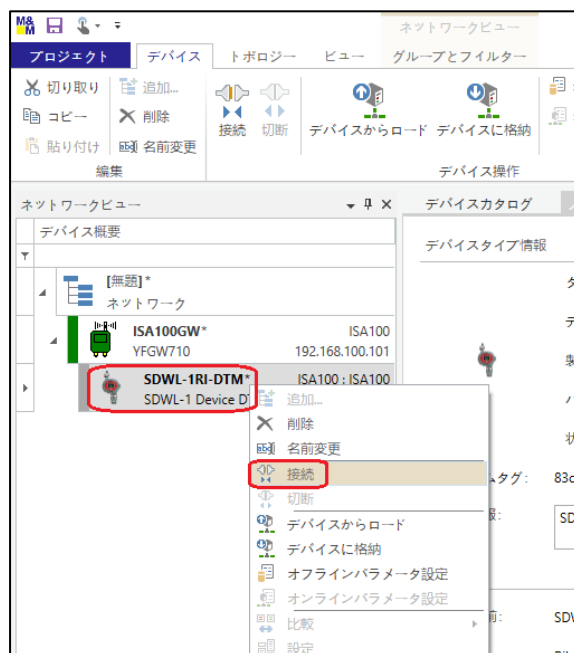

図 5-50 SDWL-1 に接続
- ⑫ メイン画面左のツリーメニューに機器タグ変更した SDWL-1 が追加されますので、右クリックにて「接続」を選択し、SDWL-1 に接続します。(図 5-50)